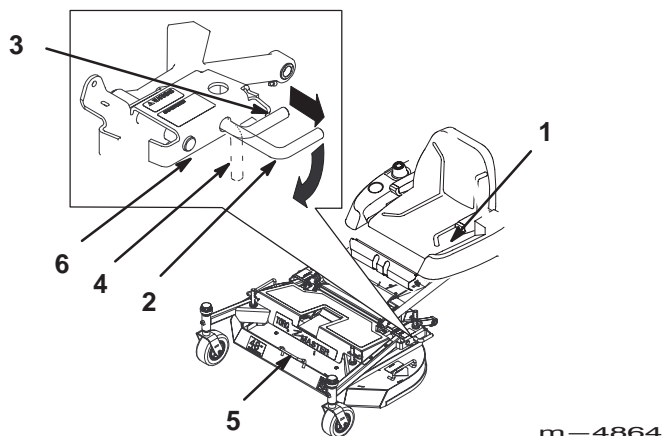

Bild 20
3. Ziehen Sie den Sperrstift zum Lösen heraus und drehen ihn in die Auskerbung, um die unverriegelte Stellung beizubehalten (Bild 20). Wiederholen Sie den Schritt an der gegenüberliegenden Seite.
1. Ziehen Sie den Sperrstift heraus und drehen ihn in die Auskerbung, um die unverriegelte Stellung beizubehalten (Bild 20).
3. Drehen Sie die Sperrstifte in die gelöste Stellung und heben die Seite des Chassis in der Nähe des Sperrstifts hoch, bis dieser einrastet (Bild 20). Wiederholen Sie den Schritt an der gegenüberliegenden Seite.